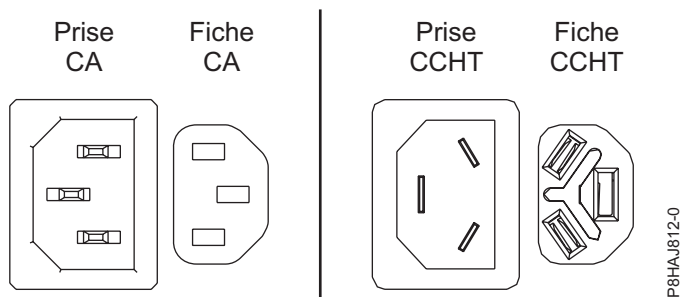
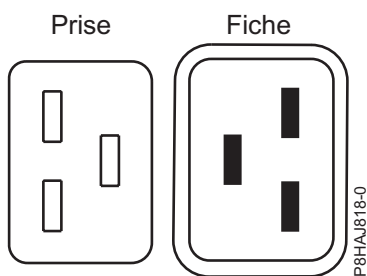
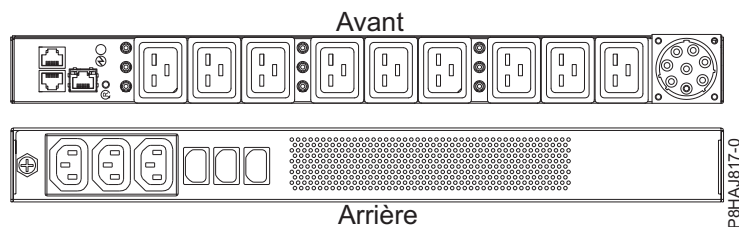

Figure 16. Connecteurs CA et CCHT
Figure 17. Connecteurs pour le système 8408-44E
Figure 18. Unité d'alimentation pour le système 8408-44E
La figure 16 représente les connecteurs pour courant alternatif (CA) et courant continu haute tension (CCHT) pris en charge. Les figure 17 et figure 18 illustrent les connecteurs et l'unité d'alimentation (PDU) pris en charge pour le système 8408-44E.